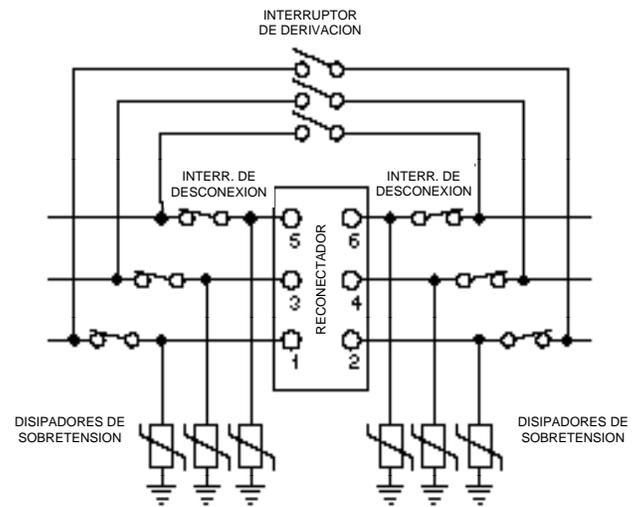

Figura 6.
7. Hacer las conexiones a la línea de alto voltaje (Figura 6).
- A. Conecte las líneas de alto voltaje a los bornes de las boquillas aislantes del reconnector (Figura 6). Los bornes tipo pinza universal para las conexiones de la línea principal aceptan cables desde calibre 1/0 hasta 500-MCM.